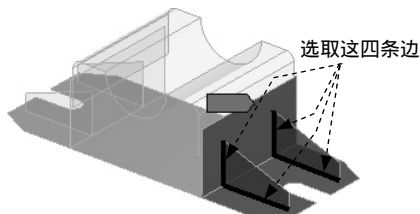

图 7.7.18 定义 Slave 几何对象
(3) 选择 Slave 几何对象。选择图 7.7.18 所示的四条边为 Slave 对象,单击 **Slave Geometry** 文本框中的 **Apply** 按钮确认选取。